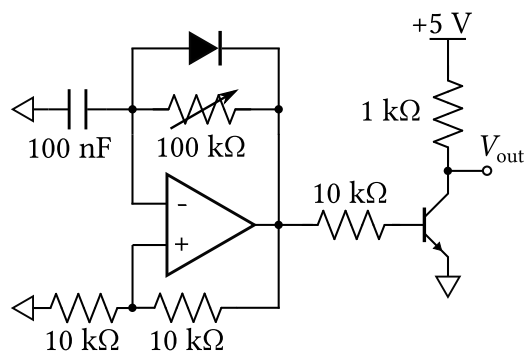

Fig. 1: Generatore di un segnale digitale di clock per il controllo del *sample and hold*.
Il circuito in Fig. 1 genera un segnale digitale TTL (“0” = 0 V, “1” = 5 V) adatto a fornire il *clock* per un *sample and hold*. L'oscillazione è prodotta da un oscillatore a rilassamento, mentre un transistor consente di adattare l'output alle tensioni richieste (logica TTL) per pilotare l'acquisizione dell'integrato *sample and hold* (S&H).
Si realizzi il circuito di Fig. 1 mediante
- utilizzando l'output del circuito in Fig. 1 come segnale logico di clock V_{logic} .
4. Si porti la frequenza f_{in} vicina ad 1 kHz e la si regoli affinché il segnale in output risulti pressoché costante (DC). Si provi a spiegare perché si osserva un segnale costante.